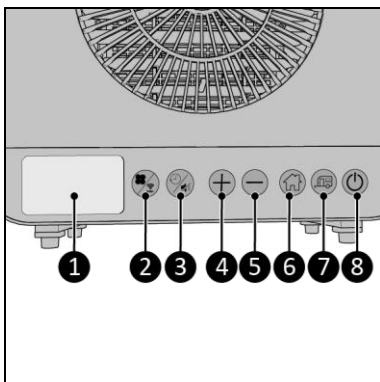

Afbeelding 2
Dit EUROM-apparaat is een gebruiksvriendelijke draagbare airconditioner voor gebruik in caravans of thuis (Afbeelding 2). Het is geschikt voor gebruik in een caravan of camper en voor thuis. Het apparaat koelt continu en produceert condenswater.
11. Houd de schroefdoppen (Afbeelding 2, pos. 8) binnen bereik voor de schroefdraden op de beugel (Afbeelding 9, pos. 4).